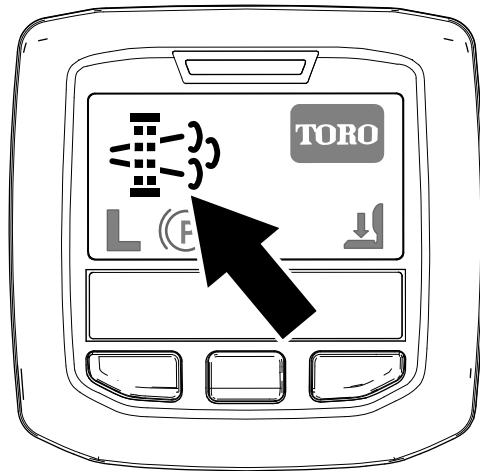

Figura 35
- El icono de solicitud de regeneración en estacionamiento se muestra en el InfoCenter (Figura 35).